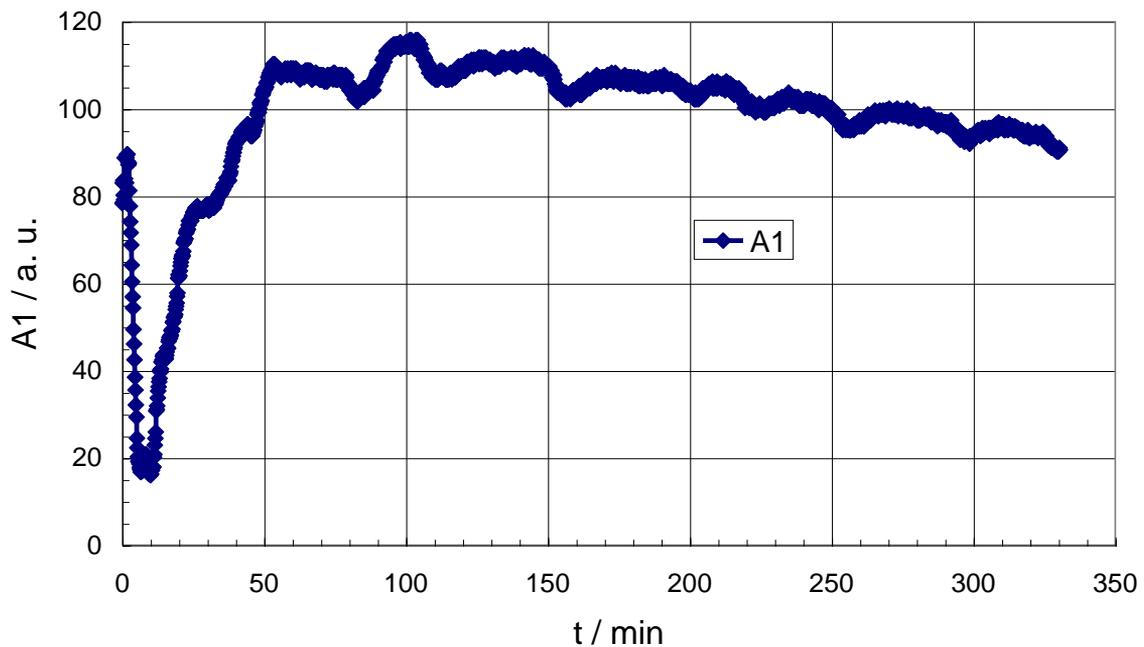

Abb. 5: Zeitlicher Verlauf der Amplitude A1 von Eigelb ($T = 66\text{ °C}$).
- (2) die Amplitude 1 (Abb. 5),
- (3) den Absorptionskoeffizienten α (bei Kenntnis des Abstandes der Stahlplatten).